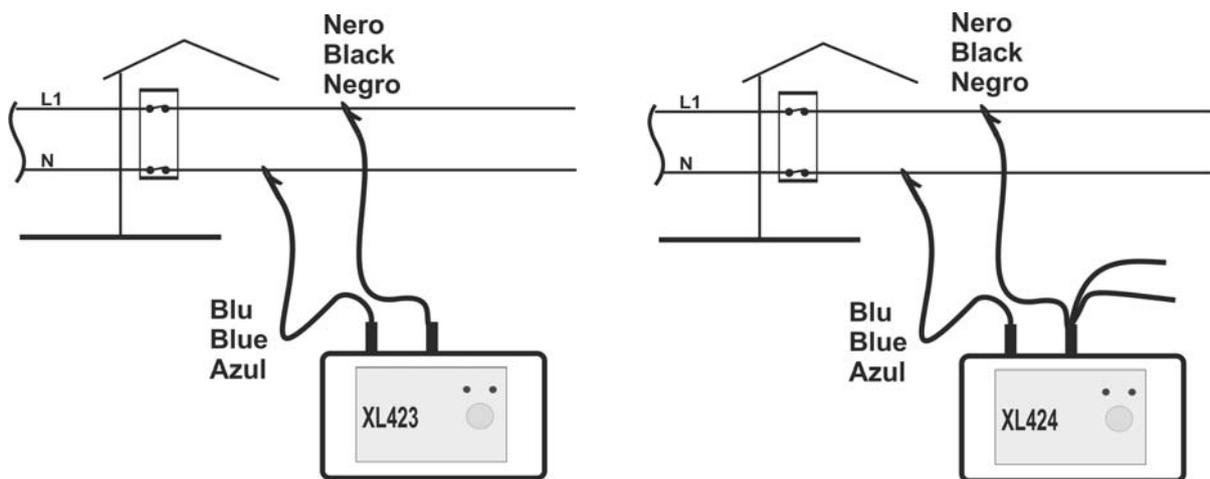

Fig. 2: Conexión del instrumento en un sistema Monofásico
3. Conecte el cocodriles a la instalación respetando las conexiones indicadas en Fig. 2.